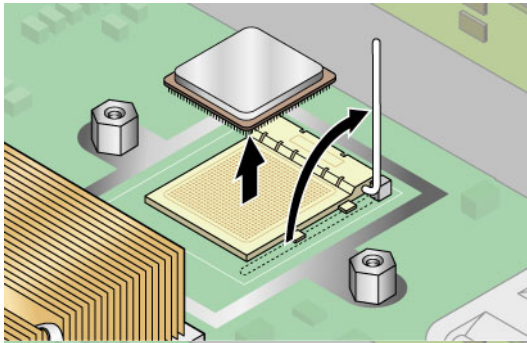

图 3-32 从插槽拆除 CPU
8. 向上拉动插槽的释放杆，使其完全打开至垂直位置（请参见图 3-32）。